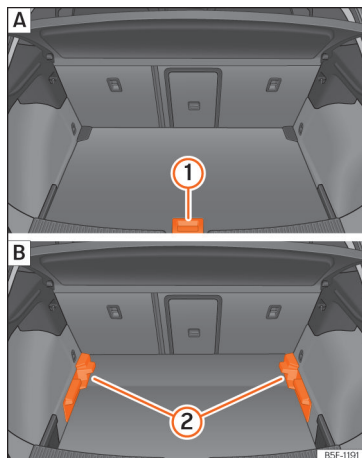

Abb. 181 Variabler Gepäckraumboden: **A** Hochstellung; **B** Tiefstellung.
- Um von der niedrigen in die hohe Position überzugehen, heben Sie den Boden am Haltegriff »» (Abb. 181) **1** an und ziehen Sie ihn nach hinten, bis der vordere Teil des Bodens vollständig über den Halterungen **2** liegt.
- Um von der hohen in die niedrige Position überzugehen, heben Sie den Boden am Haltegriff »» (Abb. 181) **1** an und ziehen Sie ihn nach hinten, bis der vordere Teil des Bodens vollständig über den Halterungen **2** liegt.
- Den vorderen Teil auf den Boden absenken und diesen bis zum Anschlag an den Rücksitzlehnen nach vorn verschieben und dabei den Boden gleichzeitig mit Hilfe des Haltegriffs ① absenken.
- Bei einem variablen Boden in hoher Position diesen am Haltegriff anheben >>> (Abb. 181) ①, daran ziehen und in Richtung der Rücksitzlehne bewegen bis der Boden an der Scharnierlinie eingeklappt wird und sich der bewegliche Teil des Bodens auf diesem befindet.